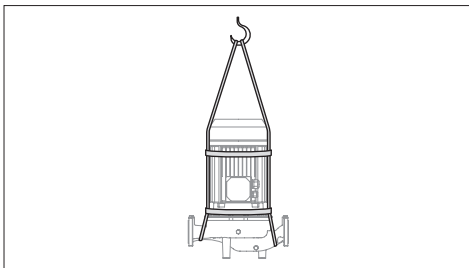

РИС. 1: Подъем насосов 3Е с помощью троса.
ВНИМАНИЕ! ДЛЯ ПОДЪЕМА ИЛИ ПЕРЕМЕЩЕНИЯ ЭЛЕКТРОНАСОСА ИСПОЛЬЗУЙТЕ СООТВЕТСТВУЮЩИЙ ЕГО ВЕСУ ТРОС И НЕ СЛИШКОМ СИЛЬНО НАКЛОНЯЙТЕ НАСОС (РИС. 1);
- удалите болт между корпусом насоса и кронштейном двигателя и снимите двигатель по направлению оси. Для подъема/перемещения насоса следует использовать только подходящее подъемное устройство). (РИС. 1)